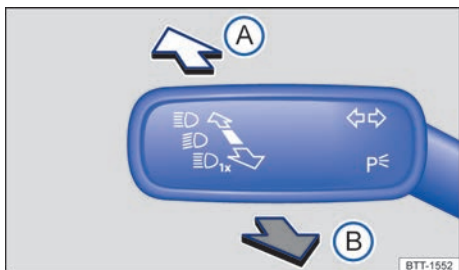

Fig. 82 En el lado izquierdo de la columna de dirección: palanca de los intermitentes y de la luz de carretera.
- Mueva la palanca de los intermitentes y de la luz de carretera desde la posición central a la posición deseada → **fig. 82**: